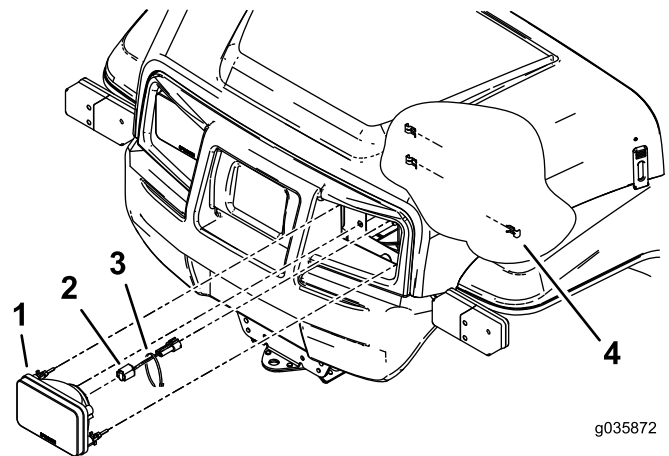

Figure 2
2. Montez un adaptateur sur chaque phare (Figure 2).
3. Montez les phares à l'avant de la machine et fixez-les avec les clips existants (Figure 2).